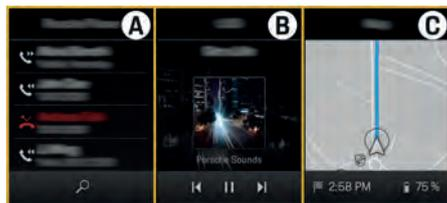

図. 160 個人画面の領域
3. 希望するカテゴリーを選択し、ドラッグ&ドロップで任意の領域 (A、B、C) (図. 160) を参照) に移動します。